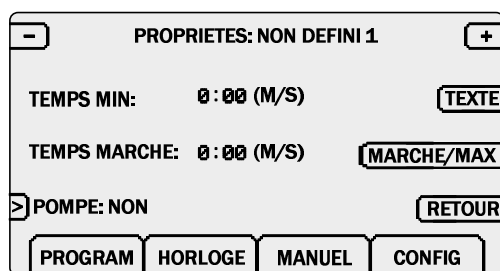
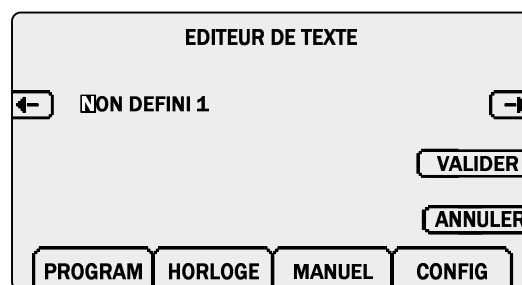

Figure 6: Définition d'un nouveau type de sortie
Figure 7: Éditeur de texte
- 4 Pour nommer l'équipement relié à ce type de sortie, appuyer sur TEXTE (Figure 6). Utiliser le clavier numérique pour entrer le nom de l'équipement. Exemple: Pour entrer la lettre 'E', appuyer 2 fois sur le chiffre 3. Le curseur avance automatiquement à la lettre suivante après 2 secondes ou si une autre touche est appuyée. Appuyer sur CLEAR pour effacer une lettre. Déplacer le curseur avec ← ou →. Appuyer VALIDER (Figure 7) pour confirmer le nom ou ANNULER pour revenir au menu précédent.